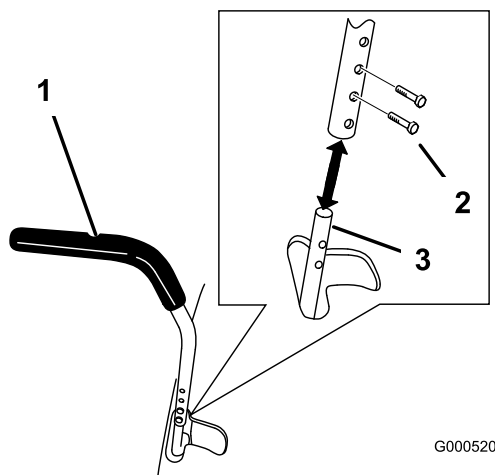

Figura 21
1. Remova 2 parafusos que prendem a alavanca de controlo ao veio do braço de controlo (Figura 21).
2. Mova a alavanca de controlo para o conjunto de furos seguinte. Prenda a alavanca com os 2 parafusos (Figura 21).